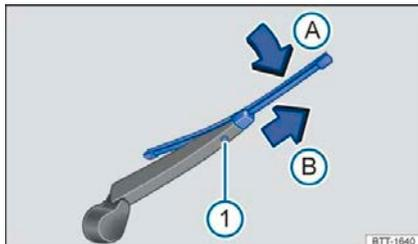

Рисунок 115 Замена щетки стеклоочистителя заднего стекла.
– Нажмите и удерживайте кнопку фиксатора → рис. 115 1.
– Отстегните щетку стеклоочистителя с рычага стеклоочистителя в направлении → рис. 115 (стрелка A) и одновременно вытяните щетку стеклоочистителя в направлении стрелки B. Для вытягивания щеток стеклоочистителя может потребоваться некоторое усилие.
– Вставьте новую щетку стеклоочистителя такой же длины и конструкции в рычаг стеклоочистителя против направления стрелки → рис. 115 B до фиксации. Теперь щетка стеклоочистителя должна находиться в открытом положении → рис. 115 (стрелка A).